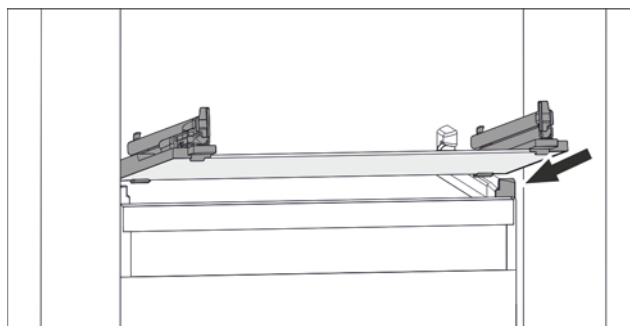

Fig. 141 Примерное отображение стеклнной пластины
- ▶ Наклоняя вниз, установите стеклнную пластину за стопоры. (см. Fig. 141)